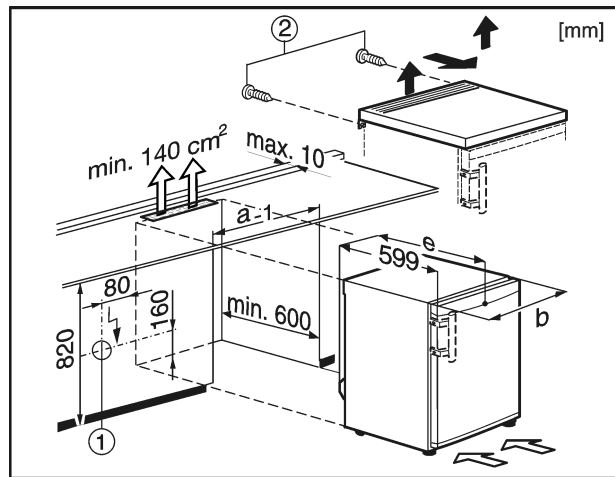

Fig. 9
El enchufe Fig. 9 (1) no debe colocarse detrás del electrodoméstico y debe ser accesible.
- ▶ Extraiga los tornillos Fig. 9 (2) de la parte trasera del frigorífico.